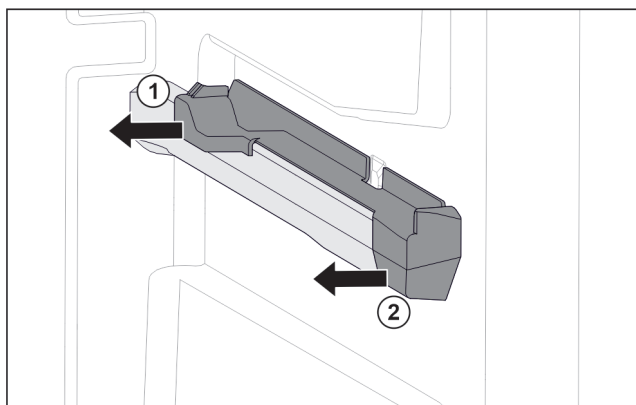

Fig. 118 Natični nastavek na desnemu nastavku za posodo
- ▶ Natični nastavek zadaj izvlecite v stran. Fig. 118 (1)
- ▶ Natični nastavek spredaj izvlecite v stran. Fig. 118 (2)